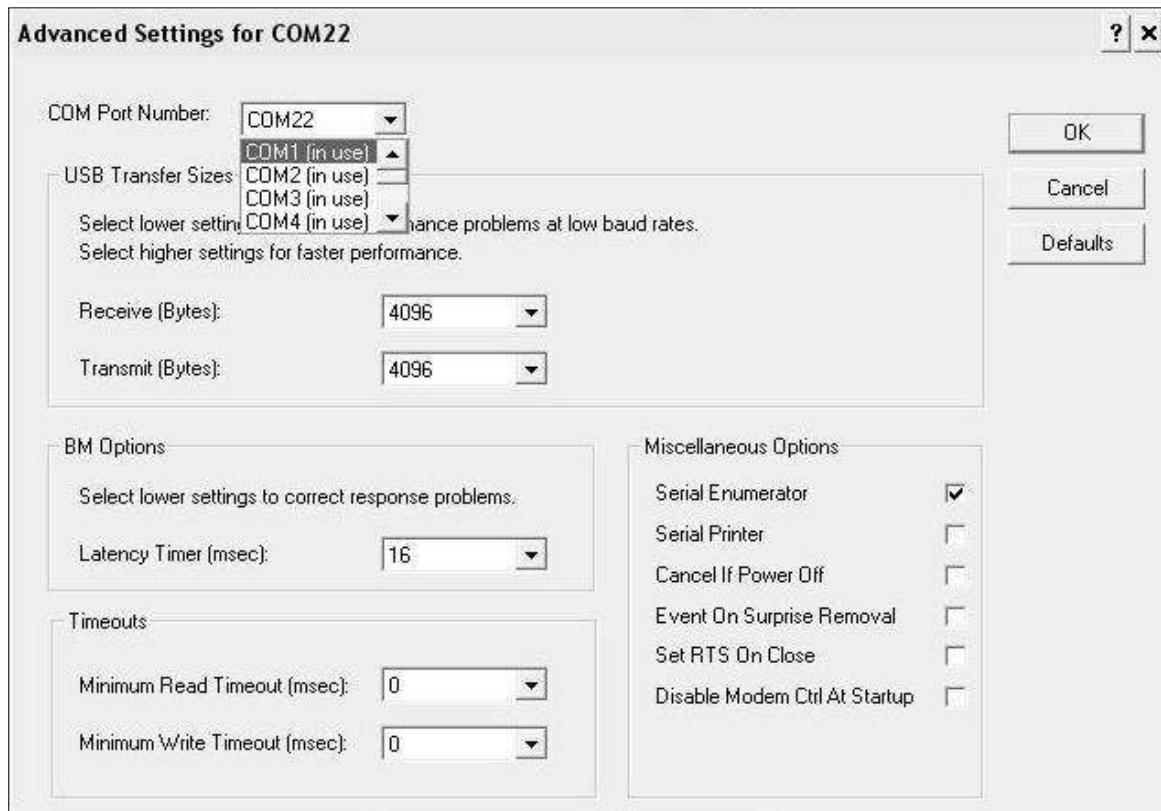

Рисунок 2.9 – Дополнительные настройки драйвера
- найти строку «USB Serial Port (COM№)», в скобках указан номер COM-порта, если номер в скобках «1» настройка завершена - ничего менять не нужно, если номер не «1» необходимо вызвать окно свойств «USB Serial Port (COM №)» (правой клавишей мыши щелкнуть по строке USB Serial Port (COM №) и выбрать пункт меню «Свойства») (рисунок 2.7), перейти на вкладку «Параметры Окна», нажать кнопку «Дополнительно» (рисунок 2.8) и в выпадающем списке «Номер Com-порта» выбрать «COM 1» (рисунок 2.9), нажать кнопку «OK».